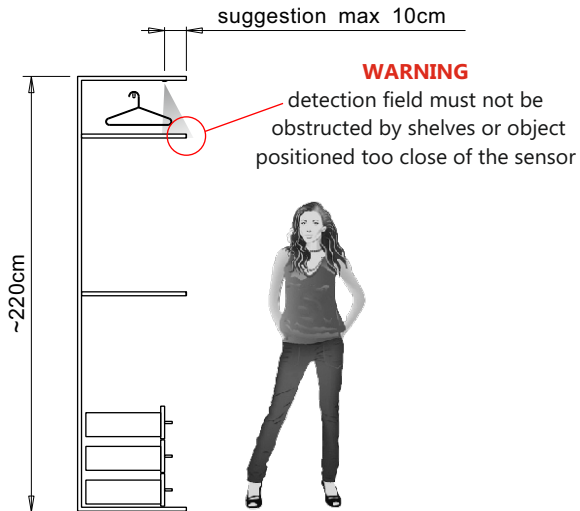

Fig.7
**ATTENZIONE:** Il campo di rilevamento non deve essere ostacolato da mensole oppure oggetti troppo vicini al sensore (fig.7)
Il campo di rilevamento non deve essere ostacolato da mensole oppure oggetti troppo vicini al sensore (fig.7)
**ATTENTION:** Detection field must not be obstructed by shelves or object positioned too close of the sensor (fig.7)
Detection field must not be obstructed by shelves or object positioned too close of the sensor (fig.7)
**ACHTUNG!** Das Erkennungsfeld darf nicht von Regalen oder Objekten zu nah am Sensor behindert werden (Abb.7)